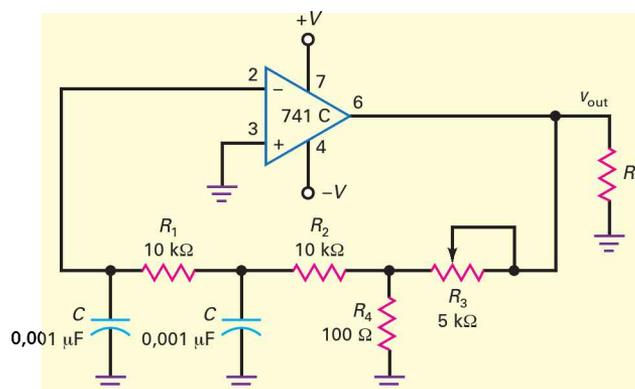

Figure 21.55
- 21.34** La figure 21.55 représente un oscillateur à déphasage réalisé avec un ampli op. Si $f_{2(CL)} = 1$ kHz, quelle est la valeur du déphasage de boucle à la fréquence 15,9 kHz ?